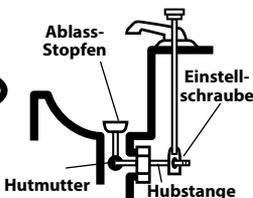

Abbildung 4
- Bei Waschbecken mit Popup-Ventil: Entfernen Sie Hubstange und Ventil (*siehe Abbildung 4*). Stellen Sie unbedingt einen Behälter unter die Reinigungsöffnung oder den Siphon, um auslaufendes Wasser aufzufangen.